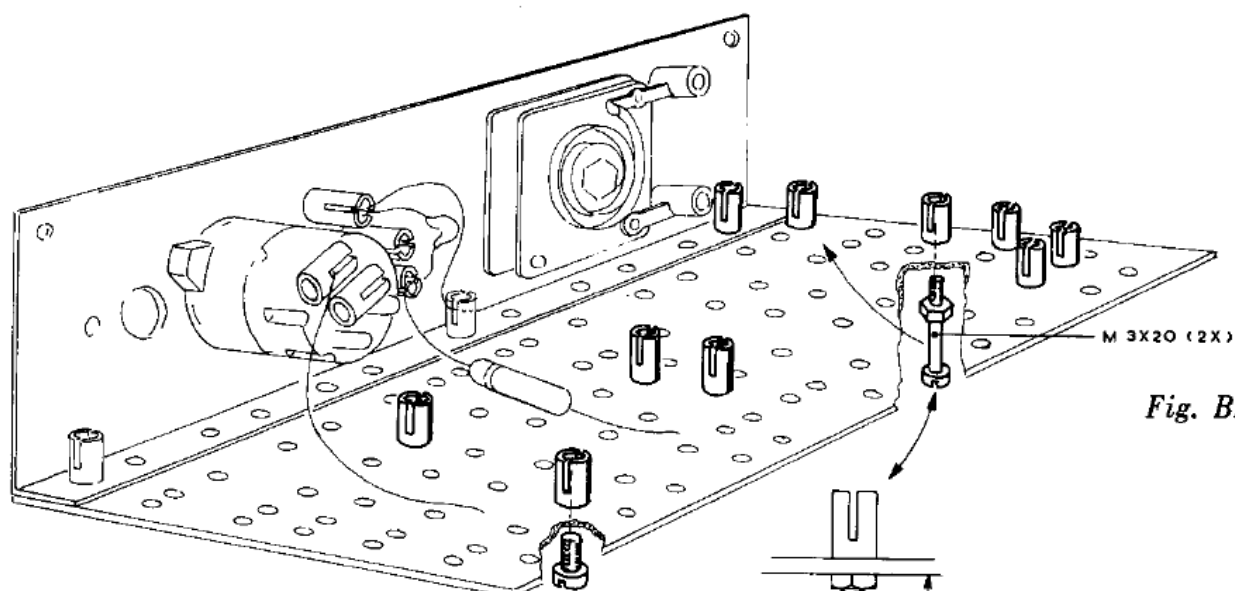

Fig. B2
4. Zet eerst aan de onderzijde tien klemmen KL 1 N (met één gleuf) vast aan de bruine isolatieplaat (fig. B2). Twee van deze klemmen moeten worden bevestigd met lange bouten M 3 × 20 (doorsnede 3 mm; lengte 20 mm) en bijpassende moeren. Zorg er voor, dat de koppen van deze lange bouten 18 mm boven de montageplaat uitsteken (zie ook fig. B3). Zet de andere klemmen KL 1 N aan de isolatieplaat vast met de kortste boutjes.